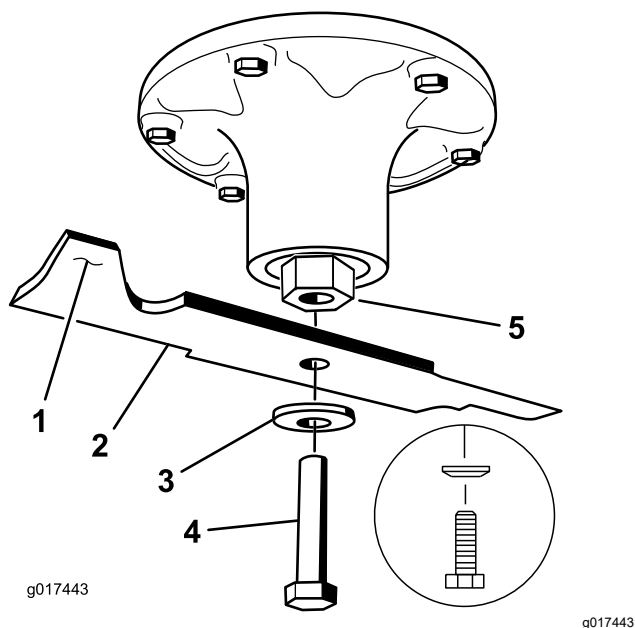

Bild 74
2. Entfernen Sie die Messerschraube, Wellenscheibe und das Messer von der Spindelwelle (Bild 74).
1. Setzen Sie das Messer auf die Spindelwelle (Bild 74).
2. Setzen Sie die Wellenscheibe und die Messerschraube ein (Bild 74).